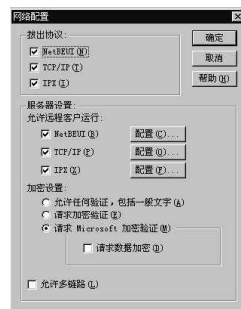

图 10
④返回图 8 后,单击“网络”按钮,将出现图 10 所示的网络配置对话框。其中:“拨出协议”下方提供了三种可供计算机在拨出时所使用的通信协议 NetBEUI、TCP/IP 和 IPX,有关这三种通信协议的工作特点和性能可参看 1999 年《微型计算机》第 4 期 NT 系列讲座的有关内容。这里有一点值得大家注意:DOS、Windows
⑤如果在图 10 中的“允许远程客户运行”下方同时选择了三个通信协议,按“确定”后,将依次出现三个用于设置协议的对话框,现分别介绍如下: